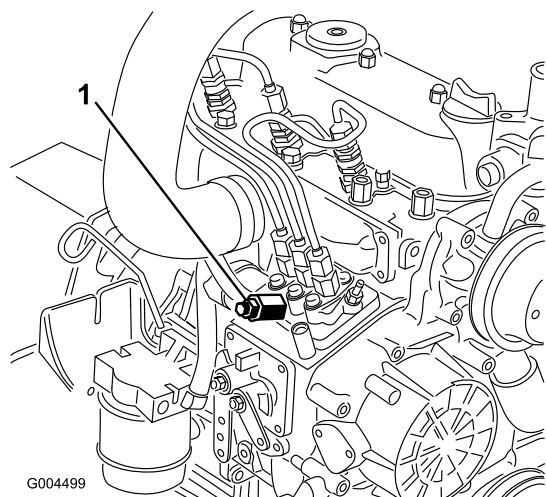

図 47
3. 燃料噴射ポンプについているエア抜きネジの下にウェスを当ててネジをゆるめる(図 47)。